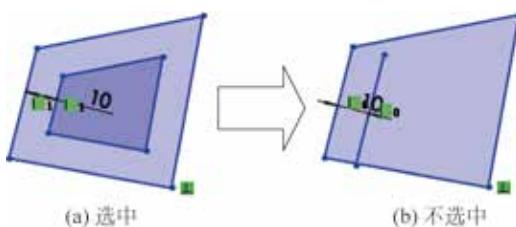

图3.27 选择链
- 选择链按钮：用于设置是否选取与所选对象相连的其他对象，如图3.27所示。